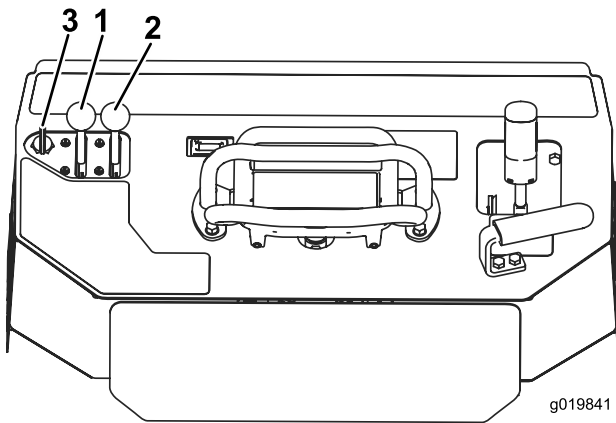

Bild 19
1. Schieben Sie den Gasbedienungshebel in die Mittelstellung zwischen Langsam und Schnell (Bild 19).
2. Schieben Sie den Chokehebel auf die Ein-Stellung (Bild 19).
3. Drehen Sie den Schlüssel auf die Ein-Stellung (Bild 19). Lassen Sie den Schlüssel los, wenn der Motor anspringt.
4. Schieben Sie den Chokehebel langsam auf die Aus-Stellung (Bild 19). Schieben Sie beim Absterben oder Aussetzen des Motors den Choke wieder nach vorne, bis der Motor warm gelaufen ist.
5. Schieben Sie den Gasbedienungshebel auf die gewünschte Stellung (Bild 19).
2. Stellen Sie den Gasbedienungshebel auf die Langsam-Stellung (Bild 19).
3. Drehen Sie den Zündschlüssel auf die Aus-Stellung (Bild 19).